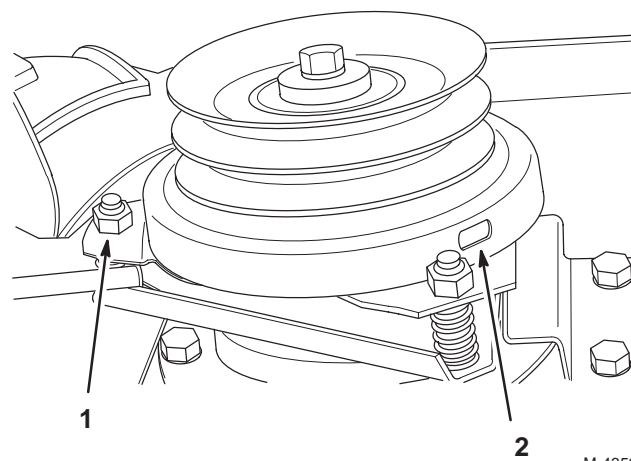

Figure 34
2. Pour régler l'embrayage, serrez ou desserrez les contre-écrous sur les goujons à bride (Fig. 34).